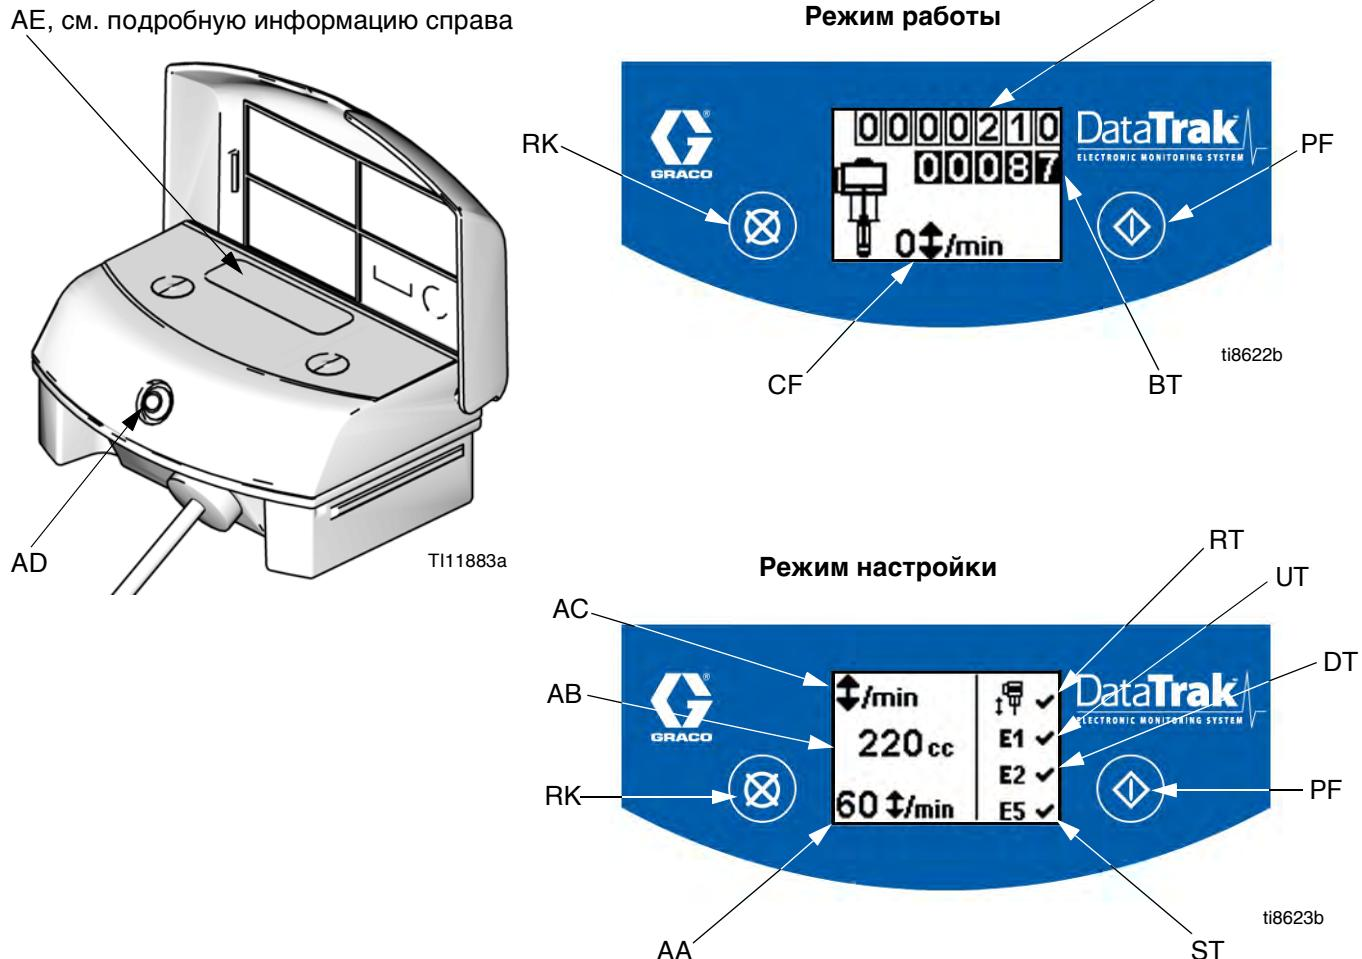

Рис. 7. Элементы управления и индикаторы модуля DataTrak
## Расшифровка обозначений на Рис. 7.
- См. Рис. 7. Нажмите и удерживайте в течение 5 секунд, пока не появится меню настройки.
**ПРИМЕЧАНИЕ.** Если включена защита от неуправляемого разгона, а также опции ошибок E1, E2 и E5, на экране настройки появится . См. Рис. 7.
- См. Рис. 7. Если происходит неуправляемый разгон насоса, защитный электромагнит приводится в действие и останавливает насос. Светодиодный индикатор (AD) начнет мигать, и дисплей (AE) укажет состояние разгона (см. Табл. 1). На дисплее будут циклически повторяться шесть сообщений с инструкциями.
- Экраны разгона 1 и 2: для возврата электромагнита защиты от разгона в исходное состояние, закройте главный воздушный клапан (E). Подождите, пока воздух полностью не выйдет из пневматического двигателя.
- Экраны разгона 3 и 4: после того как выйдет воздух, нажмите кнопку выключения электромагнита (J), чтобы вернуть воздушный клапан в исходное состояние. Кнопка снова появится на экране, после того как на воздушный клапан будет подано давление.
- Для перезапуска насоса откройте главный воздушный клапан (E).
**ПРИМЕЧАНИЕ.** Чтобы отключить защиту от неконтролируемого разгона, перейдите в режим настройки и установите для разгона значение 0 (ноль) или переведите переключатель (RT) в положение "выкл" (см. Рис. 7).
- См. Рис. 7. Для входа в режим заправки/промывки нажмите любую кнопку, чтобы включить дисплей, а затем нажмите . На дисплее появится символ заправки/промывки, и светодиодный индикатор начнет мигать.
- При включенном режиме заправки/промывки защита от неуправляемого разгона отключена, и счетчик партий продукции (BT) не выполняет подсчет. Общий счетчик (GT) продолжает выполнять подсчет.
См. Рис. 7. Последняя цифра на счетчике партий продукции (BT) означает десятые доли галлонов или литров. Чтобы обнулить счетчик, нажмите любую кнопку для включения дисплея, а затем нажмите и удерживайте  в течение 3 секунд.
См. Рис. 7. Дисплей (AE) отключится через 1 минуту пребывания в неактивном состоянии в рабочем режиме или через 3 минуты в режиме настройки. Для включения дисплея нажмите любую кнопку.
Модуль DataTrak может диагностировать некоторые проблемы в работе насоса. Если монитор обнаруживает проблему, то светодиодный индикатор (AD, Рис. 7) будет мигать и на дисплее появится код диагностики. См. Табл. 1.